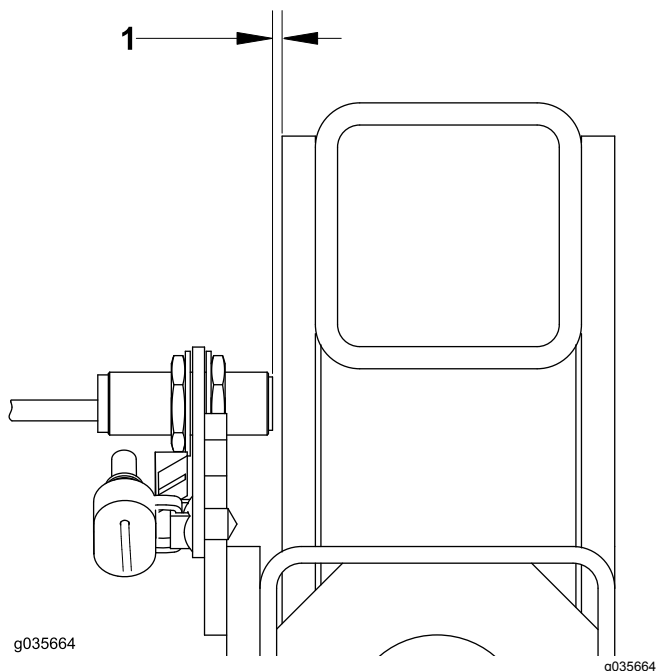

Figura 19
5. Regule uma folga de 3,6 mm para cada sensor que instalou (Figura 19).